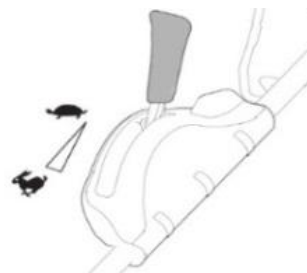

Fig. 11E
- Si la tondeuse est équipée d'un système de vitesse variable à plusieurs crans pouvant aller de 2,8 km/h à 3,8 km/h. Fig. 11E
5. La poignée de vitesse variable peut modifier la vitesse de déplacement de la tondeuse. Fig. 11E